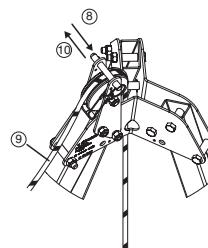

Fig. 10
8. Fjern kuglebolten, der sidder over vendeskiven øverst på tracpodetrefoden (Fig.10, 8).
9. Før derope™ apparatets fald omkring vendeskiven (Fig.10, 9).
10. Sæt kuglebolten i igen for at forhindre faldet i at springe af vendeskiven (Fig. 10, 10).